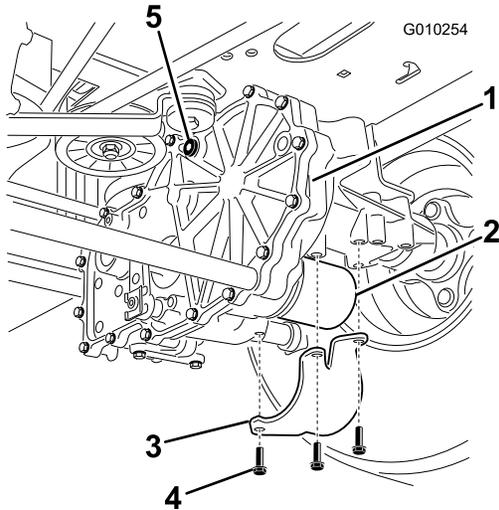

Figura 51
2. Localice el filtro y los protectores de cada sistema de tracción del transeje y retire los 3 tornillos que sujetan el protector del filtro (Figura 51).